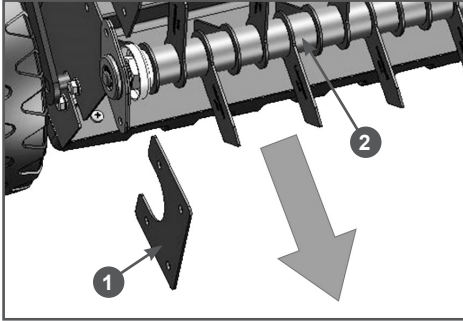

Рис. 27. Снятие опоры рабочего валика
- Снимите пластину 1 и отведите освободившуюся сторону рабочего валика 2 от посадочного места в корпусе скарификатора вниз примерно на 5 см (Рис. 27).